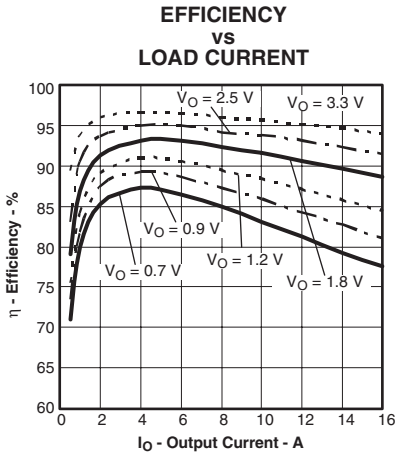
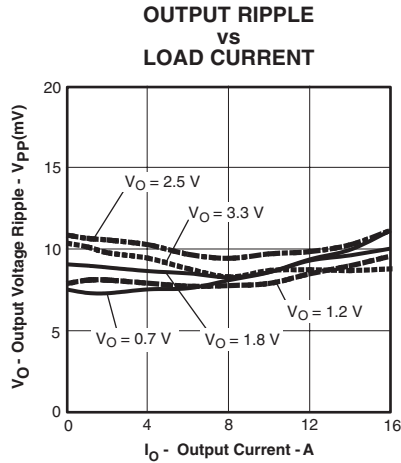
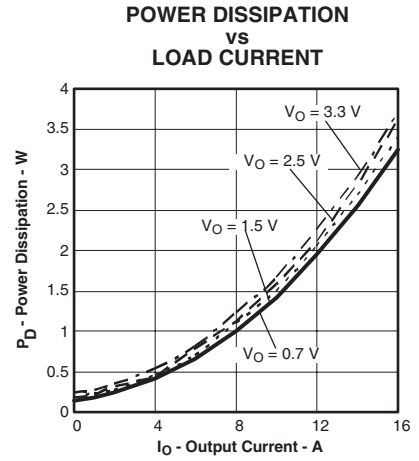

図 6
図 7
図 8
- (1) この電気的特性データは、実際の製品を25°Cでテストして得られたものです。このデータはコンバータの代表的特性と考えられます。以上は図6, 図7, 図8に適用されます。